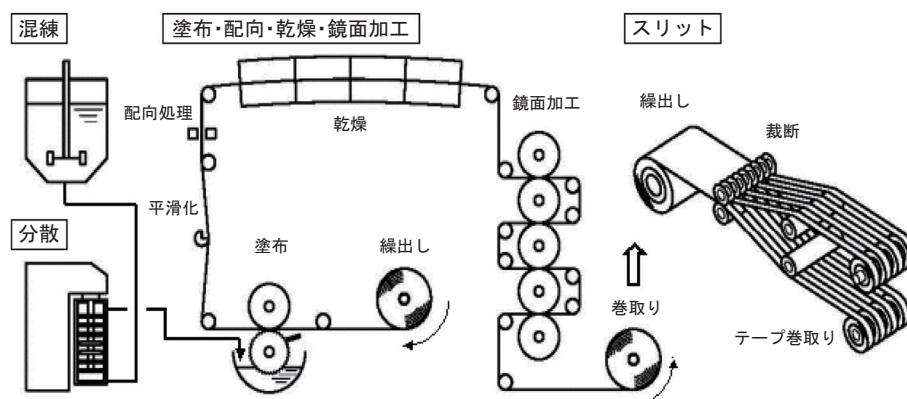

図1 磁気テープの製法
**図1**に典型的な磁気テープの製法を示す。磁性粉にバインダ樹脂や潤滑剤、研磨剤、それに溶剤を混ぜて混練・分散させて磁性塗料を作る。PETなどのベースフィルム上に薄く均一に塗布し、磁場配向させながら乾燥炉を通して溶剤を蒸発させ、カレンダマシン注1で磁性表面の鏡面加工をすると、ロール状の広幅磁気テープが出来上がる。それを規格に定められたテープ幅にスリットして、カセット等に巻き込む。